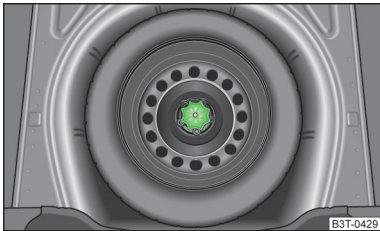

Abb. 123
Das Reserve- bzw. Notrad befindet sich in einer Mulde unter dem Bodenbelag im Gepäckraum und ist mit einer Spezialmutter befestigt » Abb. 123.
- Die Mutter » Abb. 123 entgegen dem Uhrzeigersinn herausschrauben.
- Die Mutter » Abb. 123 im Uhrzeigersinn einschrauben, bis das Rad sicher befestigt ist.